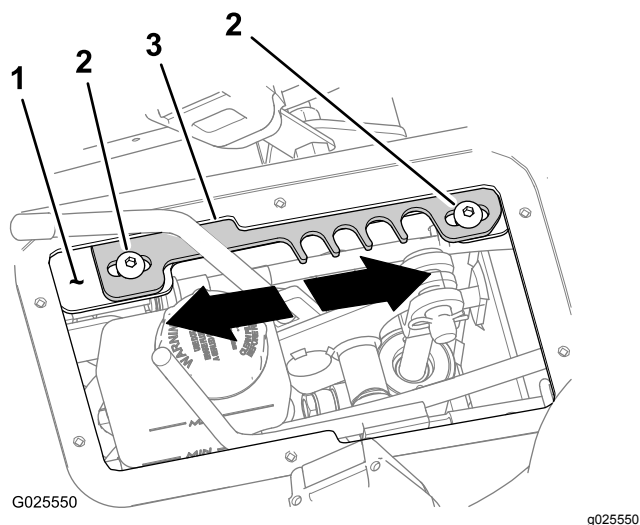

Рисунок 62
4. Переведите рычаг диапазона скоростей в положение **T** (ТРАНСПОРТИРОВКА) (Рисунок 62).
5. Ослабьте 2 винта с внутренними шестигранниками (5/16 x 3/4 дюйма), которые крепят пластину с фиксирующими пазами к опорному кронштейну рычага (Рисунок 62).
- Переместите пластину с фиксирующими пазами **вперед**, чтобы увеличить максимальную скорость движения (Рисунок 62).
максимальную скорость движения (Рисунок 62).